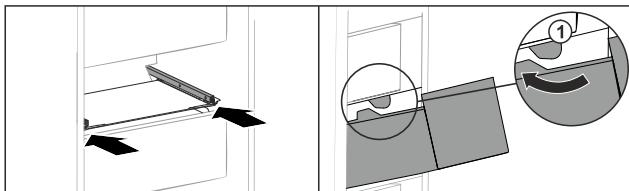

Fig. 160
- ▶ Prevedte zásuvku okolo zarážok Fig. 160 (1).